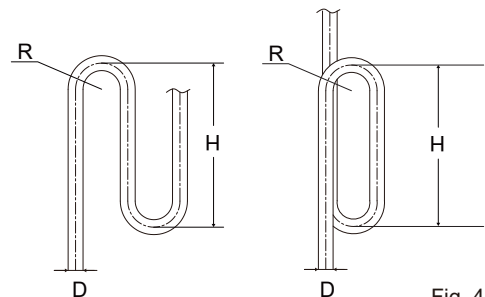

Fig. 4.11
- Lorsque l'unité extérieure est située au-dessus de l'unité intérieure et que le dénivelé dépasse 20 m, il est recommandé de prévoir un coude de retour d'huile tous les 10 m sur le tuyau de gaz de la tuyauterie principale. Les spécifications recommandées pour le coude de retour d'huile sont illustrées à la figure 4.11.
- Exigence 3 :** le plus grand dénivelé entre l'unité intérieure et l'unité extérieure ne doit pas dépasser 50 m (si l'unité extérieure est au dessus) ou 40 m (si l'unité extérieure est en dessous). De plus : Si l'unité extérieure se trouve au-dessus et que la différence de niveau est supérieure à 20 m, il est recommandé d'installer tous les 10 m, dans la conduite de gaz de la conduite principale, un coude de retour d'huile dont les dimensions sont indiquées à la Figure 4.11.